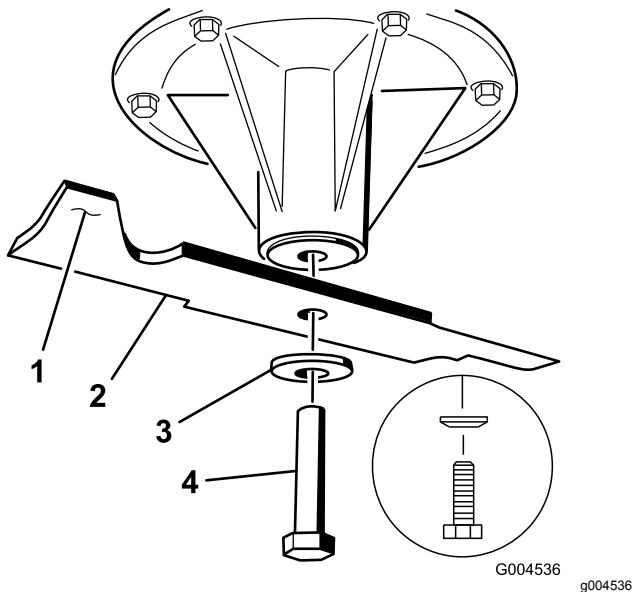

Figura 101
- 1. Instale la cuchilla en el eje (Figura 101).
- 2. Instale la arandela de muelle y el perno de la cuchilla (Figura 101).
Nota: El cono de la arandela de muelle debe estar orientado hacia la cabeza del perno (Figura 101).